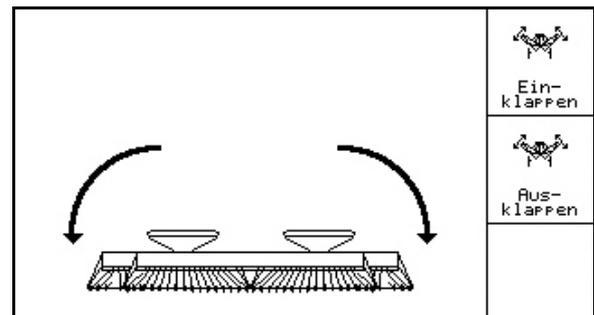

Fig. 58
1.  Seleccione a abertura (Fig. 58).